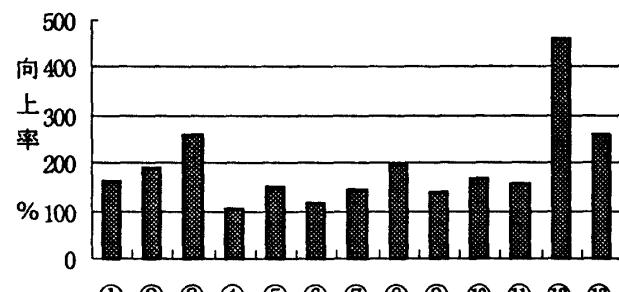

Fig. 5 向上率
2回のアンケート結果を集計した。理解度は横軸に質問項目、縦軸に理解したと答えた学生の人数の割合をとった。基礎、回路図、波形ともに理解度は増している。次に向上率をとってみると特に波形の中の動くOHPの効果がFig. 5の⑫から分かる。基礎項目は比較的理 解しやすい内容なので2回の説明で多くの学生に理解されている。しかし、回路図及び波形は理解することが難しく理解度はまだ低い状況にある。